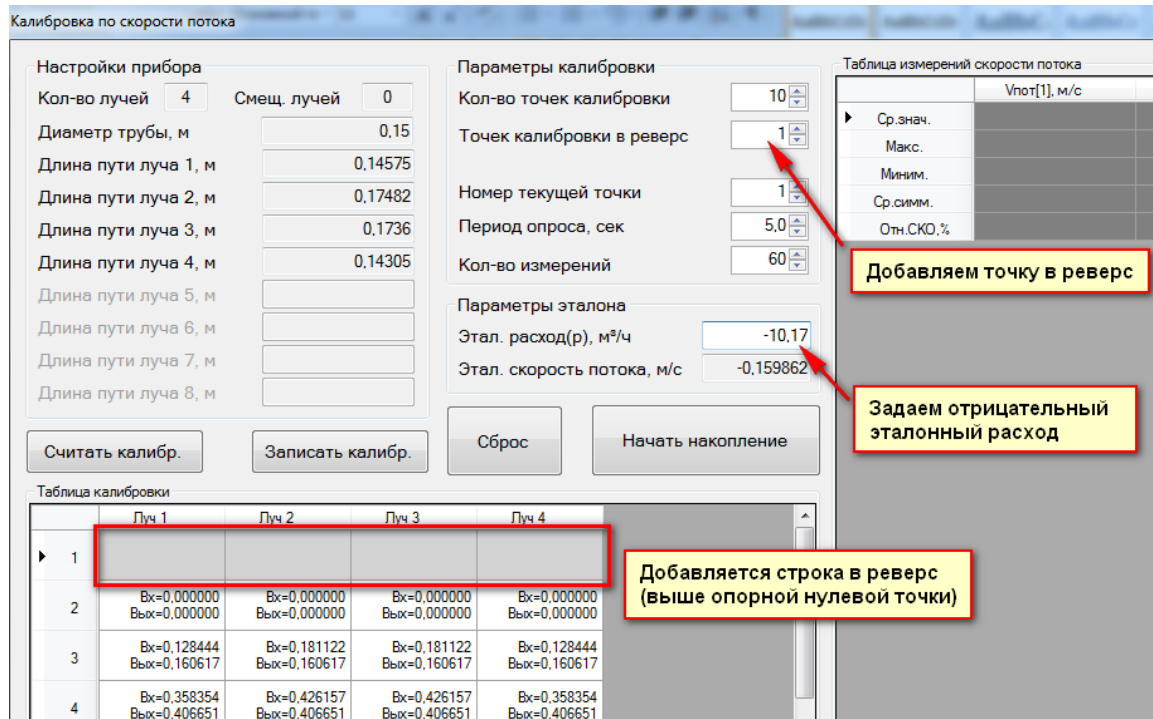

Рисунок 3.5
- 2) В окне калибровки добавить точку калибровки в реверс, задать отрицательный эталонный расход и начать накопление измерительных данных (рисунок 3.5).